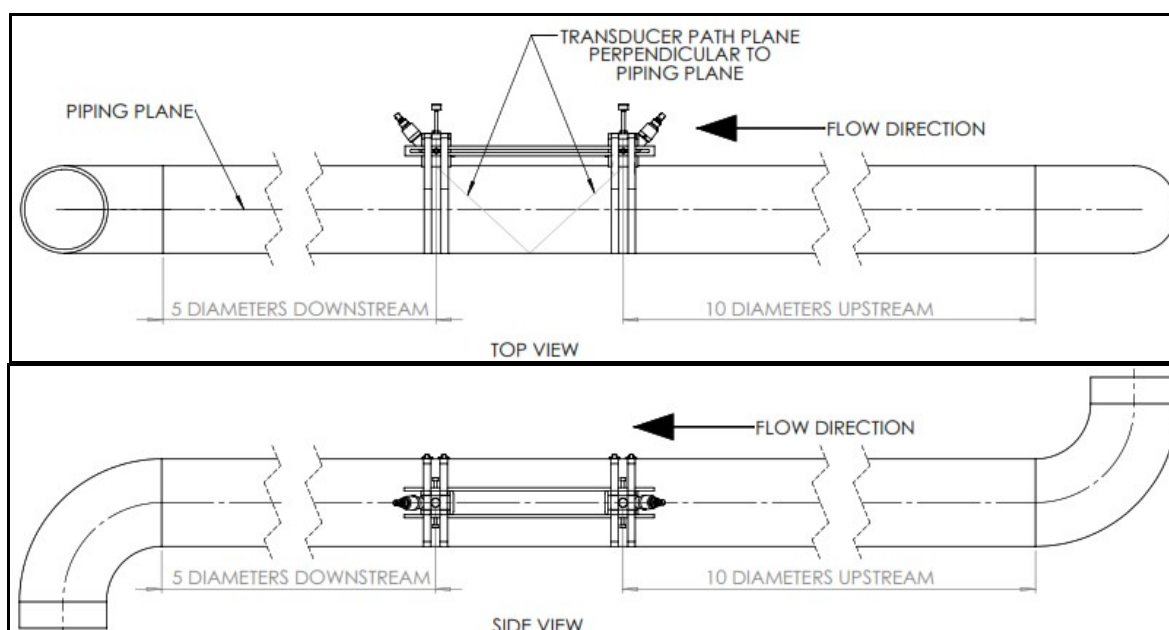

Figura 7: Recomendaciones de ubicación y orientación de instalación
1. Sitúe la(s) fijación(es) de abrazadera y el sistema transductor de manera que permitan un flujo recto sin perturbaciones de 10 diámetros de tubería aguas arriba y un flujo recto sin perturbaciones de 5 diámetros aguas abajo desde el punto de medición (consulte la Figura 7). Para garantizar un flujo sin perturbaciones, evite fuentes de turbulencia en el fluido, como válvulas, juntas de expansión, codos y otros elementos mecánicos que sobresalgan. En caso de instalación después de un grupo de dobles codos fuera del plano, se recomienda encarecidamente aumentar la distancia aguas arriba.